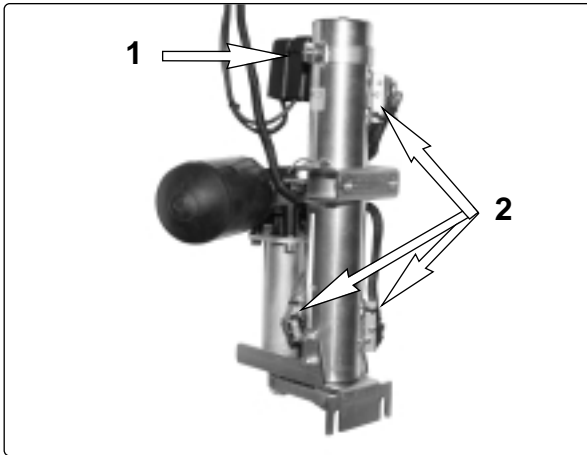

Abb. 33. Geber Sitzhöhenverstellung
6. Lösen Sie die Befestigungsklammer der beiden Sicherheitsgeber, siehe Abb. 33:1.
2. Bauen Sie die Geber der Sitzhöhenverstellung aus. Merken Sie sich die Stellung und Anordnung der Geber für den späteren Einbau, siehe Abb. 33:2-34.